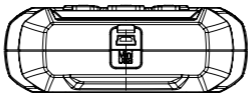

Figura 2.1.3
8. Puerto Mini-USB: Este puerto es para que te conectes a la PC para transferir el informe de diagnóstico o prueba de batería. (Ver la Figura 2.1.3)